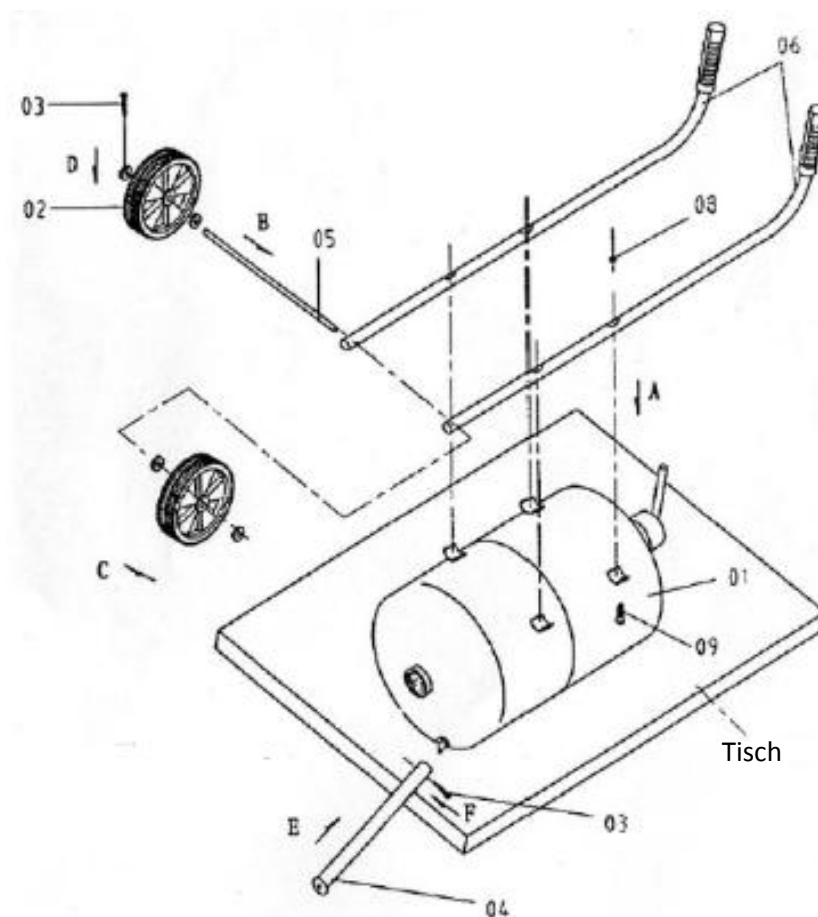

Abbildung 7
7. Die beiden Griffe (6) mit vier Schrauben (9) und vier Sechskantmutter (8) am Tank montieren. Beachten Sie, dass die Enden der Griffe nach oben gebogen sind (Abbildung 7).
8. Stecken Sie die Achse (5) in die Löcher an den Seiten der Griffe auf deren Unterseite. Platzieren Sie die Räder (2), eines an jedem Ende der Achse. Montieren Sie die Räder zusammen mit den Metallscheiben (31), indem Sie jede auf einer Seite des Rades platzieren. Sichern Sie die Räder mit einem Stift (3).
9. Setzen Sie den Fuß (4) in die passende Öffnung am Boden des Tanks in Randnähe ein. Mit dem letzten Stift (3) wird das Bein am Tank befestigt.